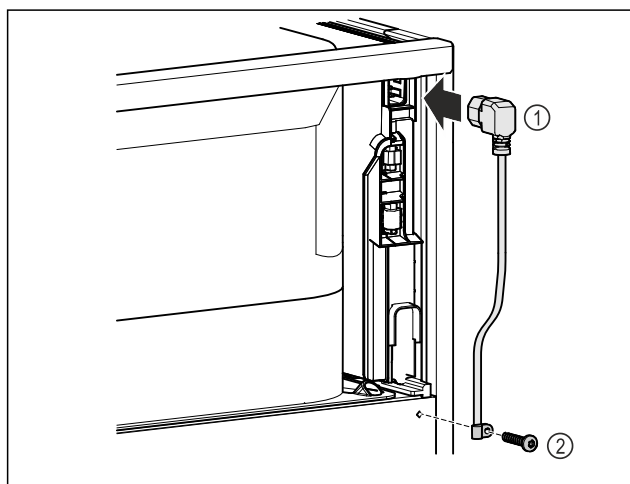

Fig. 9
- ▶ Sæt køleskabsudtagets strømkalet Fig. 9 (1) i på apparatets bagside.
- ▶ Montér trækaflastningen. Fig. 9 (2)